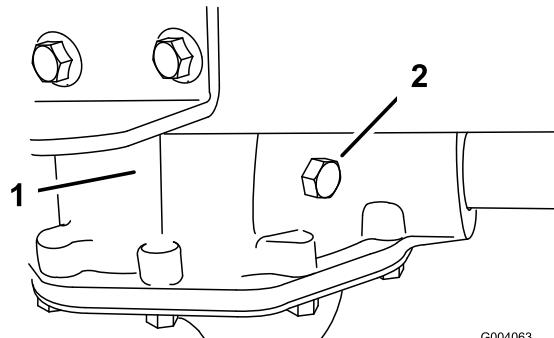

Figura 34
- Togliete il bullone di controllo dal transaxle (Figura 34).